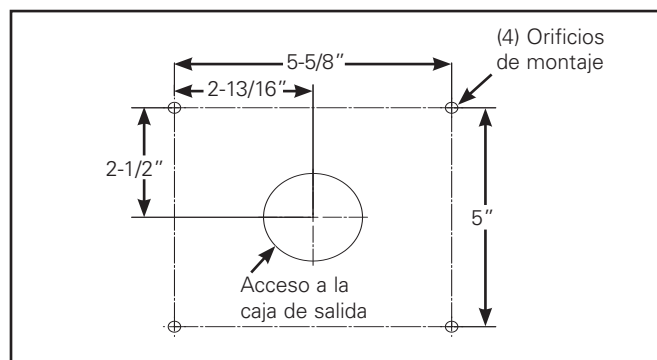

Figura 3.
**Nota:** Use las dimensiones del taladro (Figura 3) para marcar la ubicación del taladro. NO use una caja trasera como guía para el taladro. Perfore cuatro orificios en la superficie de la pared. Asegure la caja trasera a una pared con pernos de arrastre de 1/4" y arandelas en los anclajes (anclajes de otras marcas). El diámetro máximo permitido para el perno de arrastre es de 1/4". El instalador debe aplicar compuesto de silicona alrededor de todo el perímetro de la caja trasera donde se une a la superficie de montaje. Esto creará un sello hermético entre la superficie de montaje y la caja trasera.